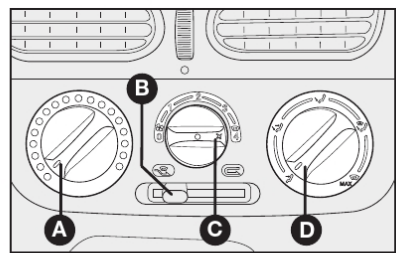

fig. 30
- 4) Ligar o ar-condicionado apertando o seletor **C-fig. 30**.
O ar-condicionado é muito útil para acelerar o desembaçamento, pois desumidifica o ar. É suficiente regular os comandos para a função de desembaçamento e ativar o condicionador, apertando o seletor **C-fig. 30**.
COMANDOS - fig. 30
- 1) Condicionador de ar ligado: seletor **C-fig. 30**.
- 1) Seletor para a temperatura do ar **A-fig. 30** totalmente posicionado à esquerda.
- 2) Seletor do ventilador **C-fig. 30** posicionado na velocidade máxima.
- 3) Seletor de distribuição do ar **D-fig. 30** apontado para ☼; controlar para que todas as saídas de ar estejam totalmente abertas.